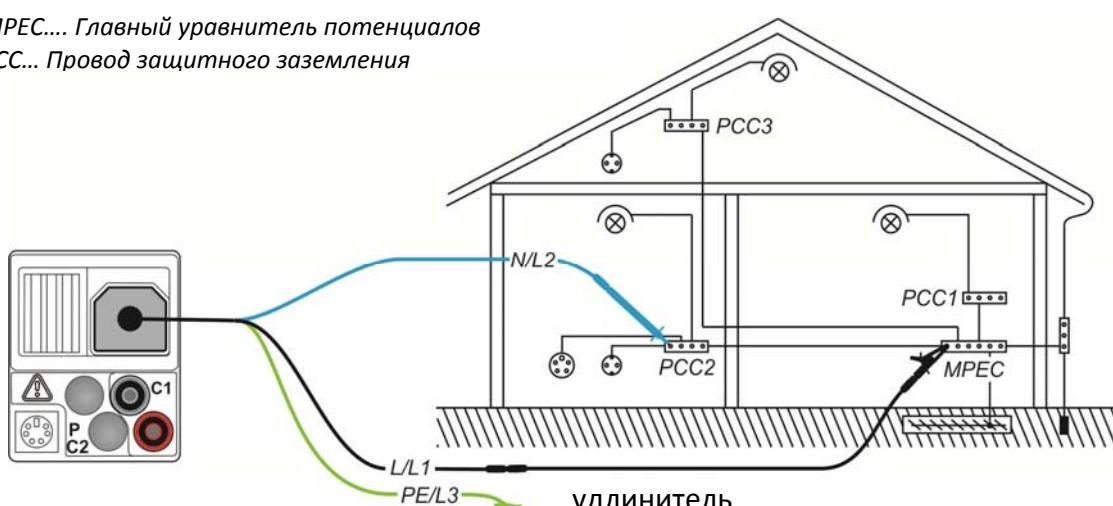

Рисунок 5.12: Подключение 3-х проводного тестового кабеля плюс дополнительного удлинительного кабеля
- Подключите** испытательные выводы к соответствующей проводке защитного заземления PE (см. Рисунок 5.12: *Подключение 3-х проводного тестового кабеля плюс дополнительного удлинительного кабеля*).